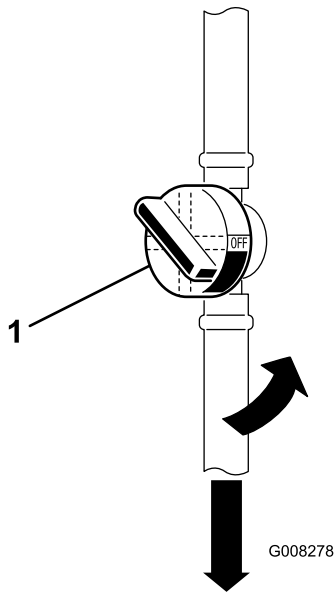

Bild 31
5. Schließen Sie den Kraftstoffhahn (Bild 31).
7. Drücken Sie die Enden der Schlauchklemmen zusammen und schieben diese weg vom Kraftstofffilter (Bild 31).